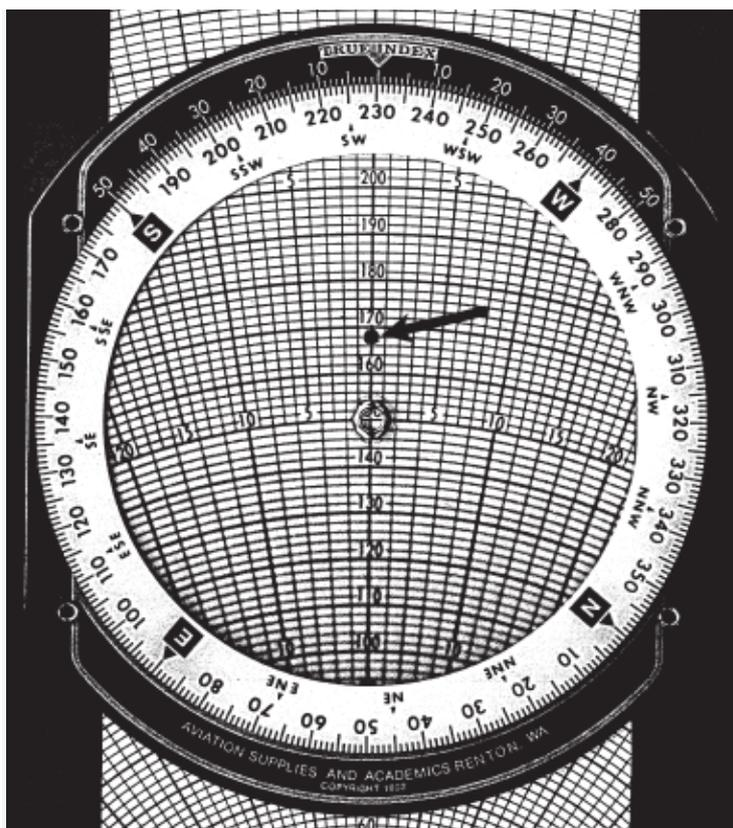

Figure 22
2. En utilisant un point de départ quelconque, mesurer 18 unités à partir de l'œillet en direction de l'index TRUE, et faire un point à 18 unités (voir figure 22).